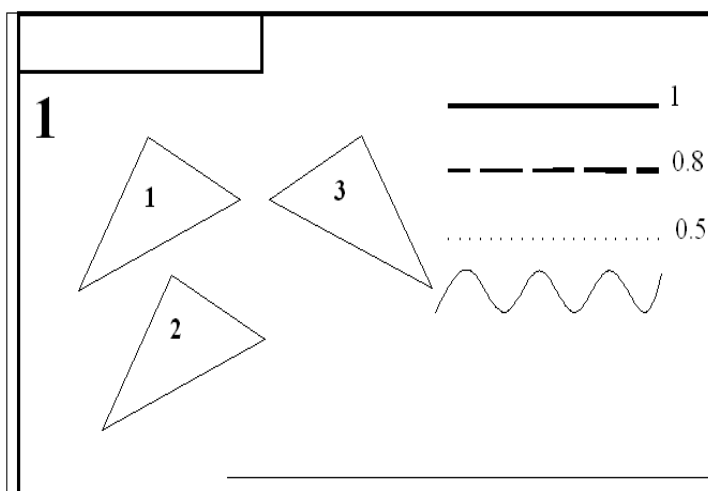

Рис. 27. Построение и редактирование объектов из отрезков
- 1) С помощью команды **Отрезок (_line)** необходимо построить произвольный треугольник 1 (рис. 27).